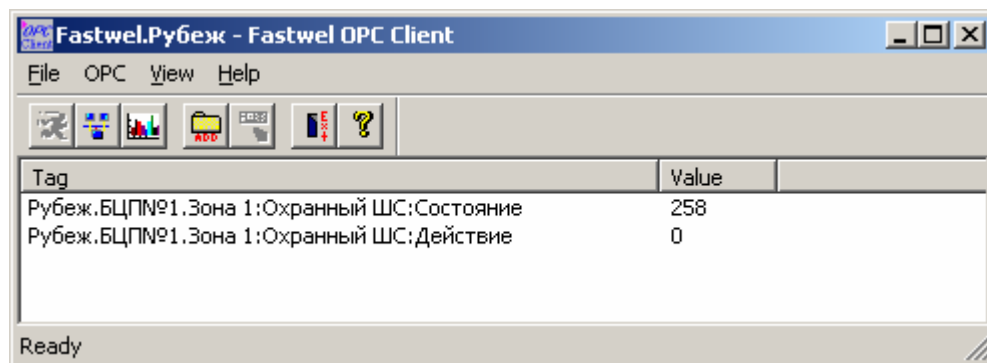

Рис. 5 Вид главного окна после добавления тегов
7. Теги будут отображены в главном окне, как показано на Рис. 5. В теге «**Состояние**» будет отображено текущее состояние ТС, в соответствии с Таблица 1.